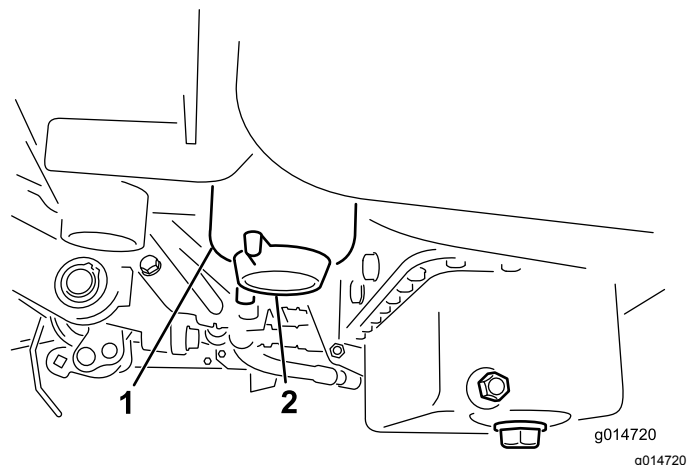

Figura 48
2. Pulite la superficie circostante la scatola del filtro (Figura 48).
4. Aprite il tappo di spurgo del filtro (Figura 48).